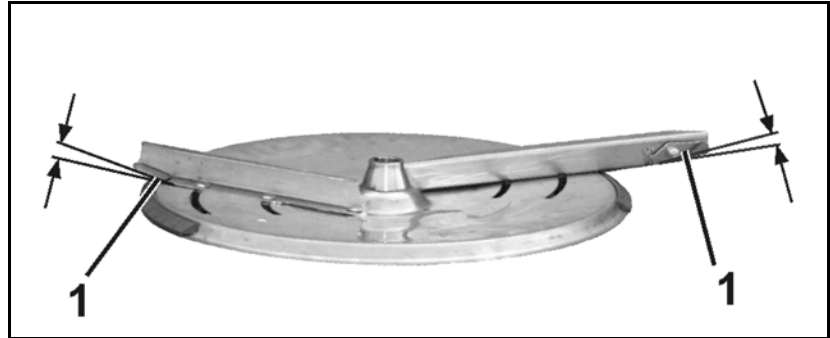

図 35
3. 散布偏向板の回転ウイング (図 35/1) を標準施肥または遅い追肥用の希望する位置に旋回させます。